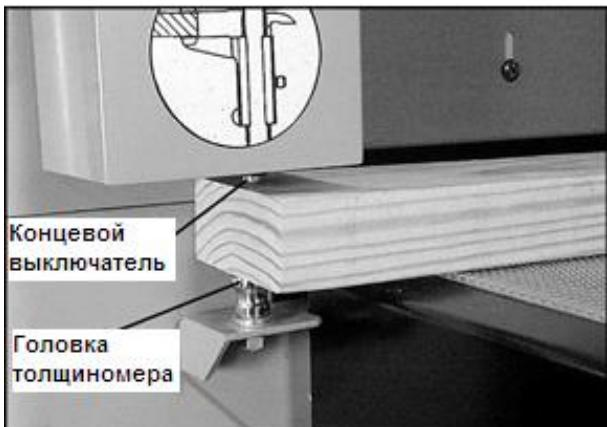

Рисунок 21
- Нажмите и удерживайте кнопку UP ▲ на клавиатуре, чтобы поднять конвейерный стол, пока головка датчика толщины (Рисунок 21) не коснется концевого выключателя. Стол автоматически остановится при легком контакте со шлифовальной лентой.